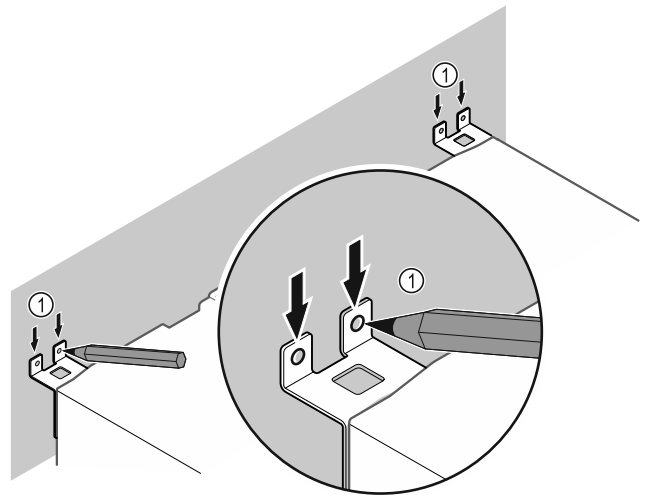

Fig. 9
- ▶ Hacer las marcas en la pared Fig. 9 (1).